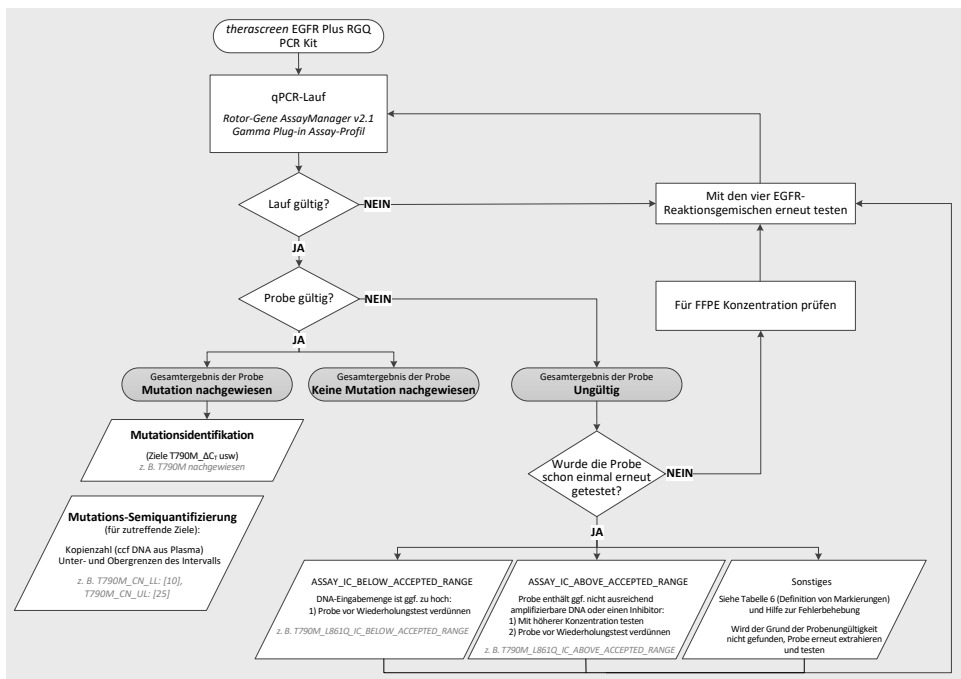

Abbildung 20. Entscheidungsbaum für das *therascreen* EGFR Plus RGQ PCR Kit.
- Ist eine dieser Laufkontrollen nicht konform, wird die Markierung „ASSAY_INVALID“ ausgelöst. Wird diese Markierung ausgelöst, wird der Lauf als ungültig betrachtet und das Experiment muss erneut ausgeführt werden (Entscheidungsbaum für Wiederholungstests siehe Abbildung 20).
Die Gültigkeit der internen Kontrolle Exon 2 ist abhängig von der Übereinstimmung der Ct-Werte mit den vordefinierten Spezifikationen. Die interne Kontrolle muss gültig sein, damit die Probenergebnisse interpretiert werden können. Eine gültige interne Kontrolle deutet auf eine ausreichende DNA-Eingabemenge und -Qualität sowie die Abwesenheit von Störsubstanzen hin. Ziehen Sie bei Ungültigkeit den Entscheidungsbaum in Abbildung 20 zurate.
Das Vorgehen bei Wiederholungstest ist in Abbildung 20 zusammengefasst.